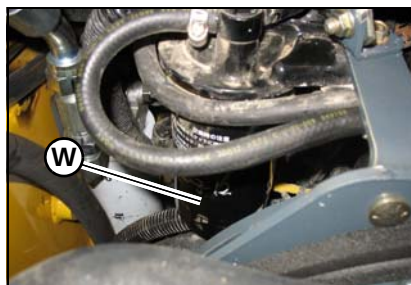

Figura 100 – Filtro del carburante
4. Rimuovere il filtro del carburante (W, Figura 100), usando se necessario l'apposita chiave. Pulire con attenzione con un panno pulito la superficie di montaggio della base del filtro.